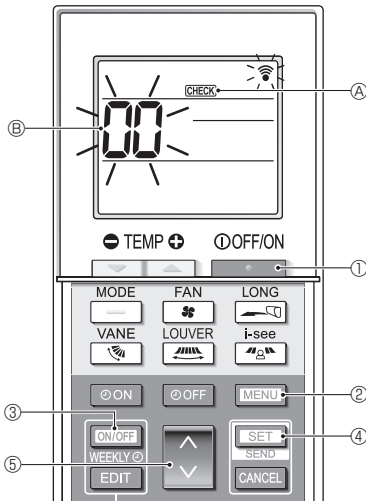

Fig. 7-6
7.3.2. Сымсыз қашықтан басқару пульті (Fig. 7-6)
- Кондиционерді тоқтату үшін [ON/OFF] түймесін ① басыңыз.
- Егер апталық таймер қосылса ([WEEKLY] қосулы), [ON/OFF WEEKLY] оны өшіру үшін түймесін ③ басыңыз ([WEEKLY] өшірулі).
- [MENU] түймесін ②-5 секундқа басыңыз.
- [CHECK] ④ қосылып, құрылғы өзіндік тексеру режиміне ауысады.
- Өзіндік тексеруді орындау қажет ішкі блоктың суық агент мекенжайын (M-NET мекенжайы) ⑤ таңдау үшін [] түймесін ⑤ басыңыз.
- [SET] түймесін ④ басыңыз.
- [ON/OFF] түймесін ① басыңыз.
- [CHECK] ④ және суық агент мекенжайы (M-NET мекенжайы) ⑤ өшеді және өзіндік тексеру аяқталады.